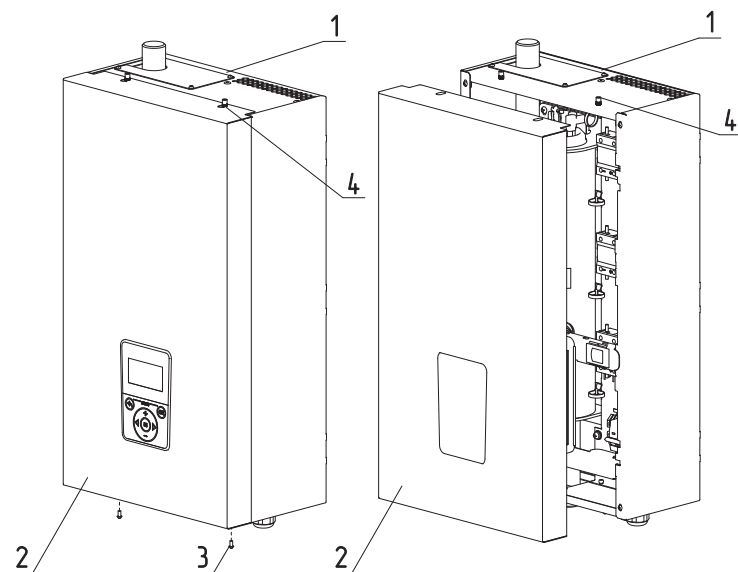

Рис. 19 Снятие кожуха
1. Выкрутить болты крепления (**Рис. 19, поз. 3**);
2. Переместить кожух вверх, сняв с зацепов (**Рис. 19, поз. 4**);